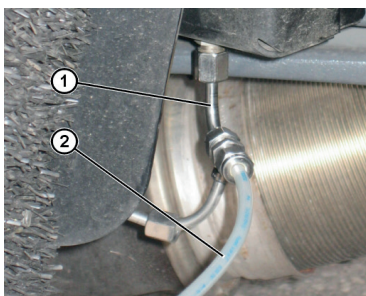

Fig. 4: Anslutning av testtryckledning_2
2. Anslut en testtryckledning (Fig. 4, Pos. 2) som passar till aktuellt fordon.
Anslut testtryckledningen (Fig. 4, Pos. 2) direkt till dosermodulen.
Anslut testtryckledningen (Fig. 4, Pos. 2) med en adapter (Fig. 4, Pos. 1) till dosermodulen.